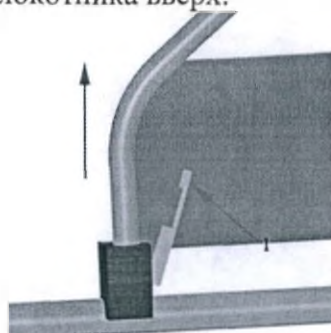

Рис.1.12
5.5 Кресла оснащены откидными подлокотниками, имеющими мягкие накладки на поручнях. Для откидывания подлокотника, нажмите флажок (поз.1, рис.1.12) и поднимите переднюю часть подлокотника вверх.